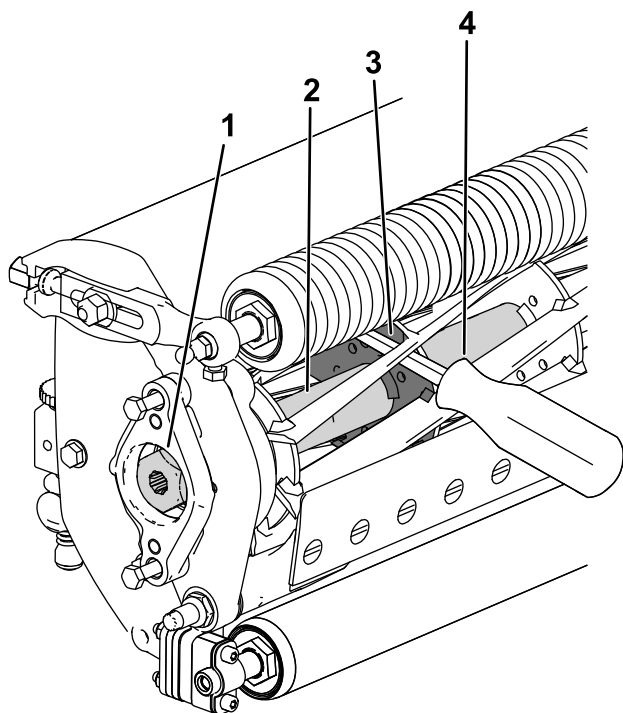

Рисунок 32
2. Вставьте монтировку с длинной ручкой (рекомендуется использовать монтировку размером $\frac{3}{8}$ x 12 дюймов с рукояткой, как у отвертки) через нижнюю часть режущего барабана и максимально близко к боковой части режущего блока, к которому вы прилагаете крутящий момент (Рисунок 32).
3. Установите монтировку так, чтобы она была прижата к сварной стороне опорной пластины барабана (Рисунок 32).